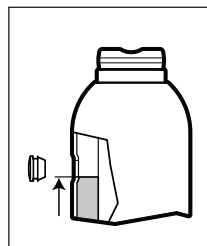

図5 - オイルレベル、GBJ100を除く全モデル
3. GBJ100を除く全モデル:オイルレベルがオイル充填穴の下側あたりになるまで充填します。図5を参照してください。